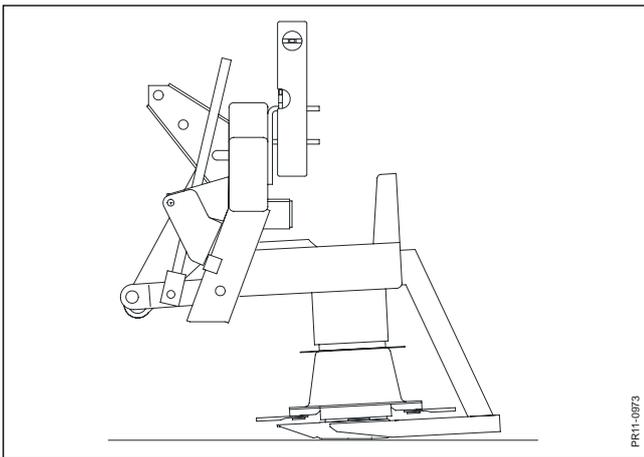

Fig. 3-9
- Fig. 3-9** Ab Fabrik ist die Maschine konstruiert, eine so kurze Stoppel wie möglich zu schneiden, wenn der Toprahmen senkrecht und die Maschine in Arbeitsstellung ist.